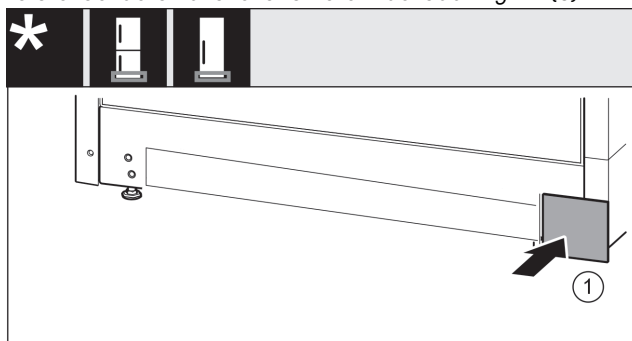

Fig. 15
- ▶ Kryt opäť nasadíte na druhú stranu. *Fig. 15 (1)*